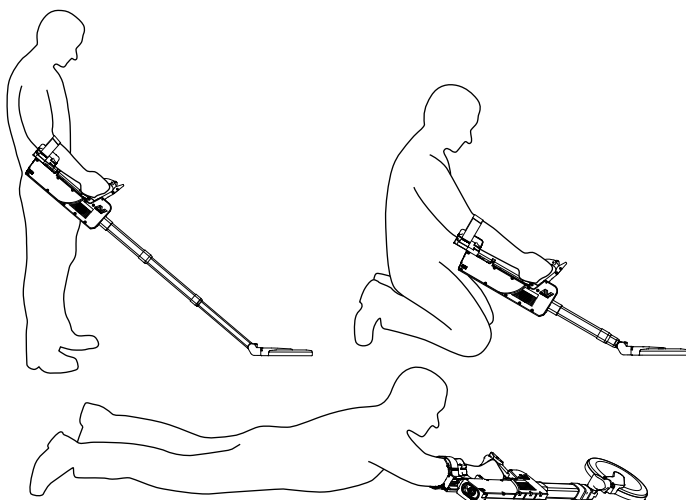

Figura 6: F3 Compact en las posiciones de pie, de rodillas y boca abajo
- f. Extienda los ejes inferior y medio para ajustarlos a la posición de desminado seleccionada como lo muestra la Figura 6.